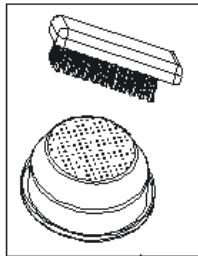

Fig. 6
CLEANING THE FILTER (K) CONTAINING THE GROUND COFFEE. FIG. 6.